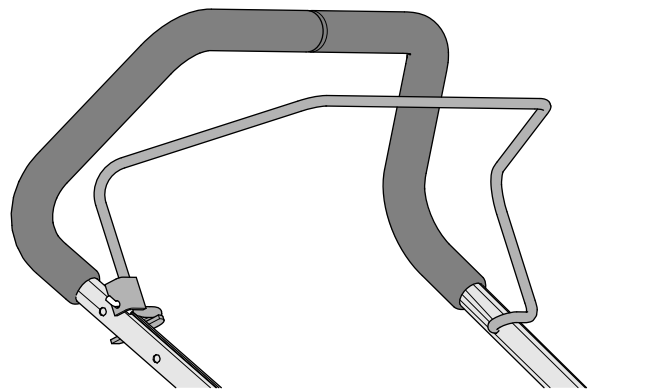

Figura 12
4. Inserite l'estremità della stegola di presenza dell'operatore nella stegola, premete leggermente l'altra gamba della barra e inserite la barra nella stegola (Figura 12).